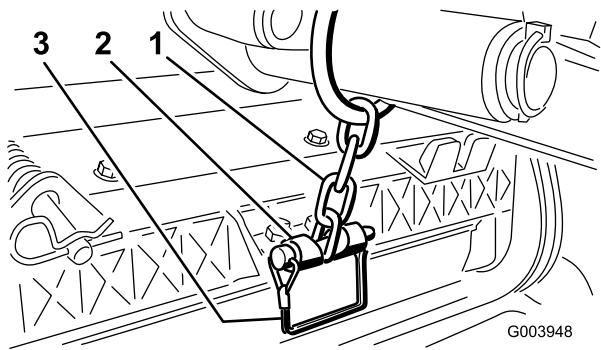

図 10
- 11. スナッパピンを使って、昇降アームのチェーンを昇降アームに固定する図 10。カッティングユニットのオペレーターズマニュアルに従って、決められたリンクを使用すること。